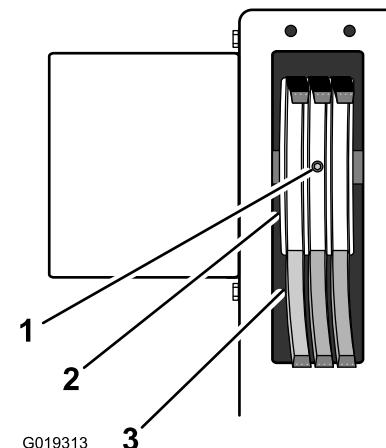

Figura 54
- A. Tire del arrancador del motor hasta que pueda acceder al agujero del tornillo de fijación de la ranura central de la correa en V de la polea (Figura 54).
- B. Afloje el tornillo de fijación (Figura 54).
- D. Apriete el tornillo de fijación (Figura 54).